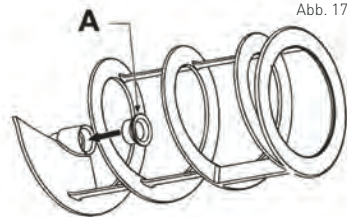

Abb. 17
- Überprüfen Sie immer den Zustand der Dichtung (A) – ist sie verschlissen, muss sie ausgetauscht werden.
- Die Schneckenmutter (A) wechseln Sie mindestens alle 12 Monate aus.
- Bringen Sie die Schneckenmutter (A) gemäß der Anweisung an (siehe: Abb. 17).